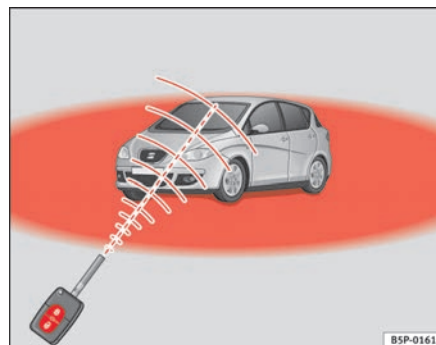

Fig. 64 Radio de acción del mando a distancia por radiofrecuencia
- El mando a distancia por radiofrecuencia funciona únicamente dentro de su radio de acción ⇒ **página 104, fig. 64** (zona roja).